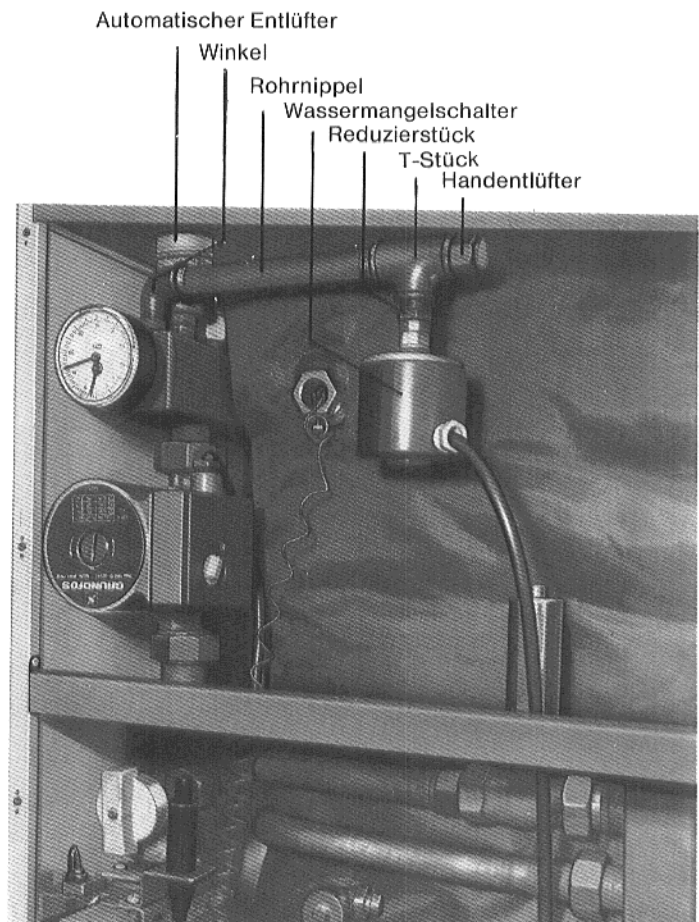

Abb. 55
4. Winkel $\frac{3}{8}$ " Nr. 92 in den Anschluß des Handentlüfters eindichten (Abb. 55).
6. Rohrnippel $\frac{3}{8}$ " 150 mm lang mit dem T-Stück $\frac{3}{8}$ " Nr. 130 in den Winkel eindichten (Abb. 55).
7. Reduzierstück $\frac{3}{8}$ "- $\frac{1}{4}$ " von unten in das T-Stück eindichten (Abb. 55).
9. Wassermangelschalter $\frac{1}{4}$ " in das Reduzierstück eindichten (Abb. 55).
10. Handentlüfter $\frac{3}{8}$ " in den waagerechten Anschluß des T-Stücks eindichten (Abb. 55).